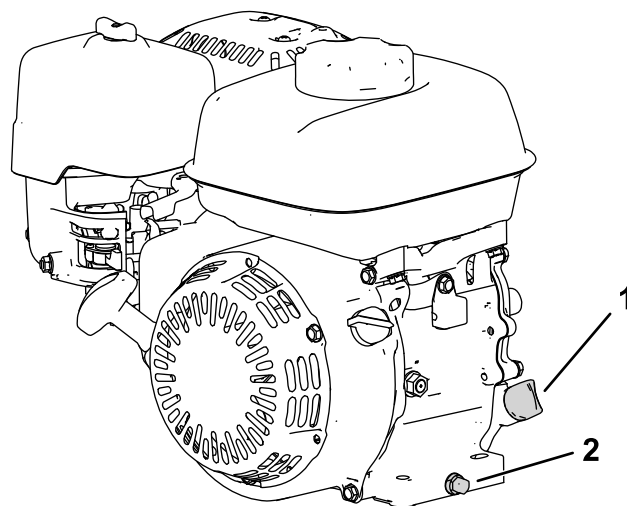

Рисунок 31
2. Разместите машину таким образом, чтобы двигатель был расположен ровно и очистите пространство вокруг заливного патрубка для масла (Рисунок 31).
3. Снимите пробку сливного отверстия, шайбу и масломерный щуп (Рисунок 31).